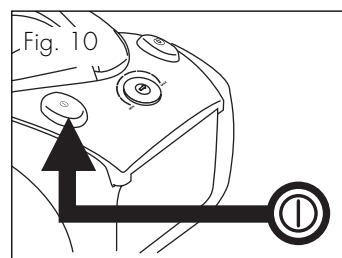

Fig. 10
Modelos com interruptor ON/OFF de pedal (L) e regulador de potência no aparelho (M) (fig. 10)